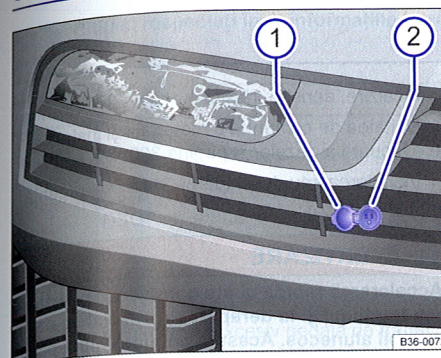

Fig. 138 În bara de protecție din dreapta față: Mufa de conectare (2) pentru sistemul de preîncălzire a motorului.
- Deschideți capacul ⇒ fig. 138 (1).
- Introduceți cablul de conectare în mufă (2).
- Înainte de pornirea motorului, îndepărtați întotdeauna cablul de conectare și închideți capacul (1).